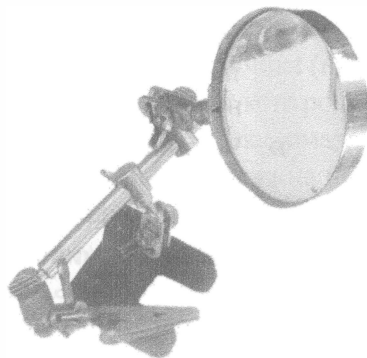

Рис. 13.4. Эта третья рука снабжена зажимами типа “крокодил” и увеличительным стеклом
- » **Третья рука.** Нет, это не часть тела вашего друга. Это инструмент, который крепится на вашем рабочем столе и снабжен регулируемыми зажимами, которые удерживают небольшие детали, когда вы работаете. Третья рука позволяет облегчить процесс пайки. Пример третьей руки, снабженной увеличительным стеклом, представлен на рис. 13.4.